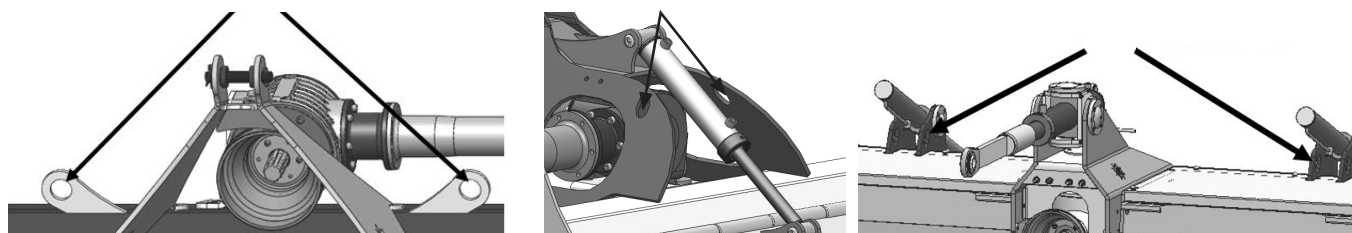

Рис. 3
- Оборудование должно подниматься за специальные крепления, предназначенные для данной цели (рис. 3).